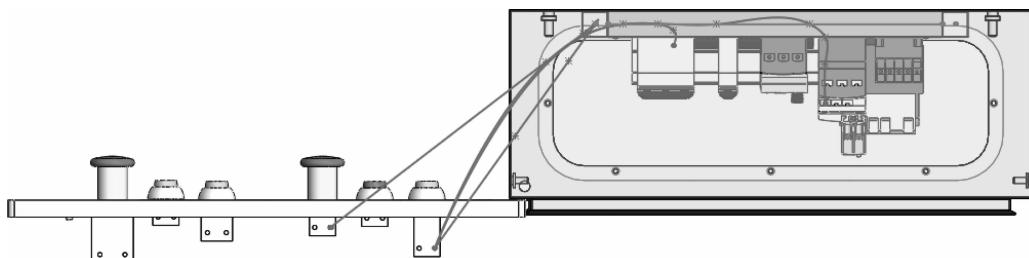

图 14-3 未定义路径的布线
**步骤3 未定义路径的布线** 单击【顶视】，选择机柜的顶部，单击【更改透明度】。电线贴近最近的草图路径(包括线槽中心轴)完成布线，这种布线会使电线穿过机柜和门，如图 14-3 所示。为了达到正确的布线结果，我们需要更多的布线路径。